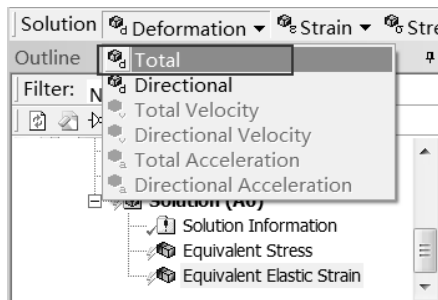

图 4-51 添加总变形选项
Step4：如同 Step2，选择 Solution 工具栏中的 Deformation（变形） Total 命令，如图 4-51 所示，此时在分析树中会出现 Total Deformation（总变形）选项。